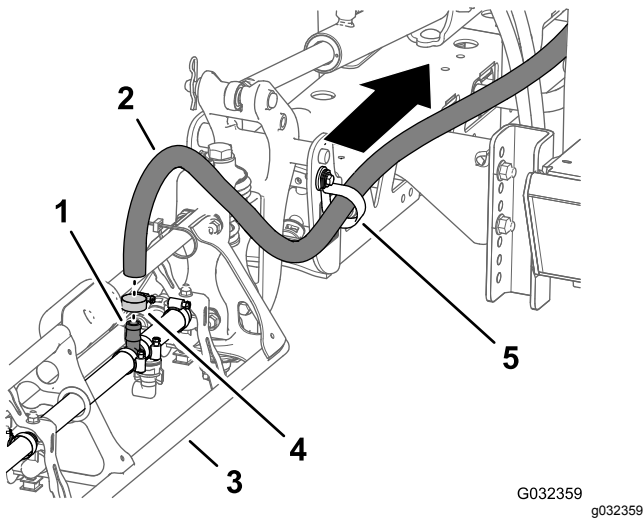

Bild 47
1. Entfernen Sie am äußeren Auslegerabschnitt die Schlauchklammer, mit der der Zulaufschlauch für den Auslegerabschnitt am gezahnten T-Anschlussstück befestigt ist (Bild 47).
2. Nehmen Sie den Schlauch vom T-Anschlussstück ab (Bild 47).
3. Nehmen Sie das freie Ende des Schlauchs von der R-Klemme ab (Bild 47).